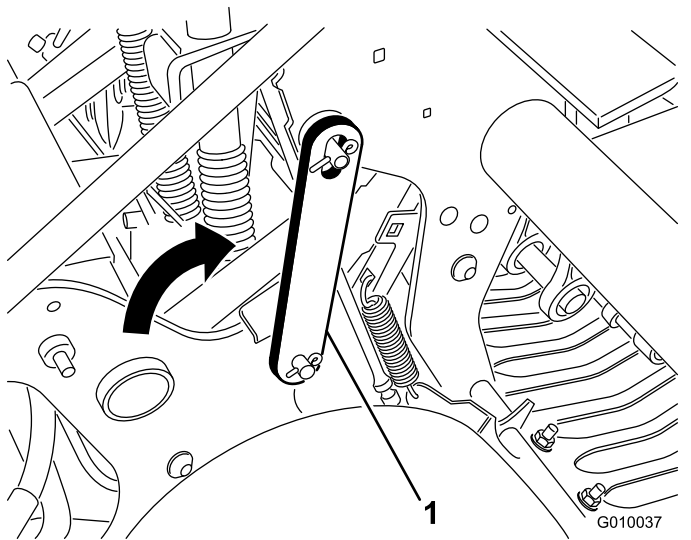

图 19
4. 向后转动检修闩锁，并将其插入打孔头销（图 19）。用锁紧环将闩锁固定。